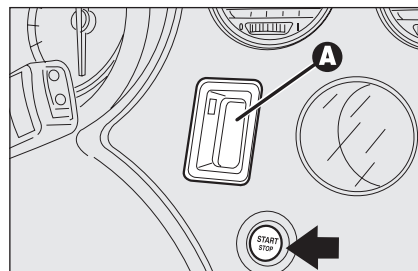

fig. 13
- ☐ lecteur **A-fig. 13** de la clé électronique (placé à côté du volant);